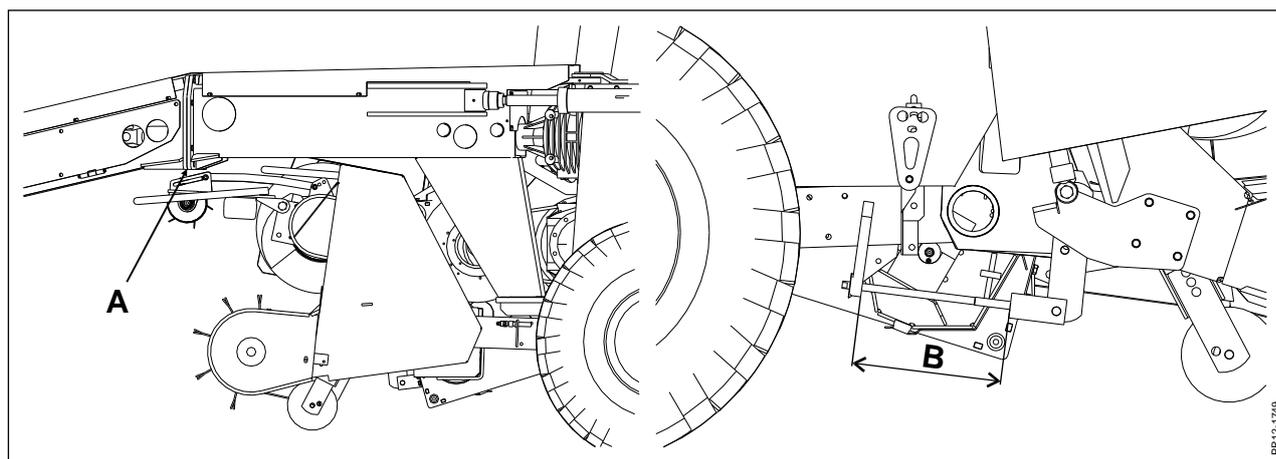

Abb. 3-9
**Abb. 3-9** Den Anschlag **B** für das Anheben der Pickup einstellen, sodass eine maximale Hubhöhe erreicht wird, aber gleichzeitig vermieden wird, dass die Pickup mit der Zugdeichsel an **A** kollidiert.